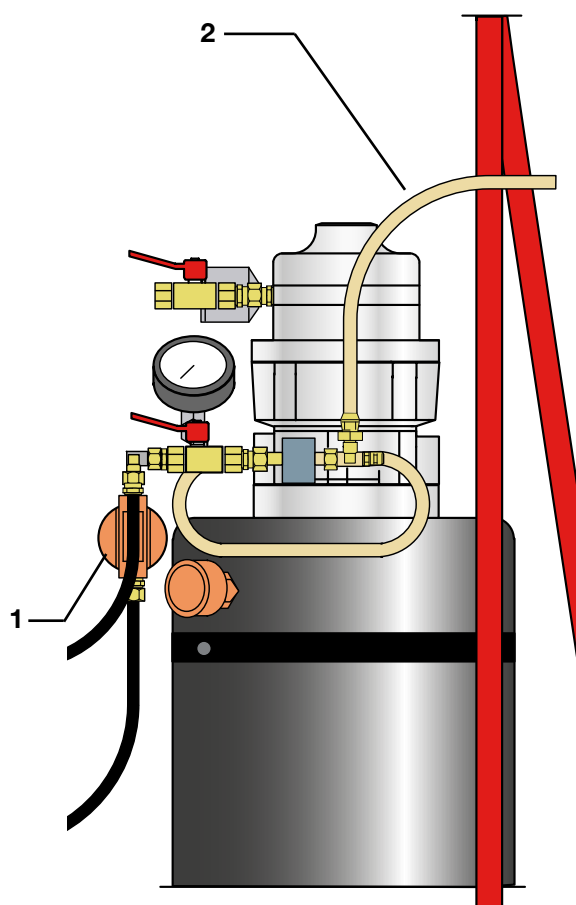

Figure 21:
10.5 Unité de remplissage d'huile (fig. 21)